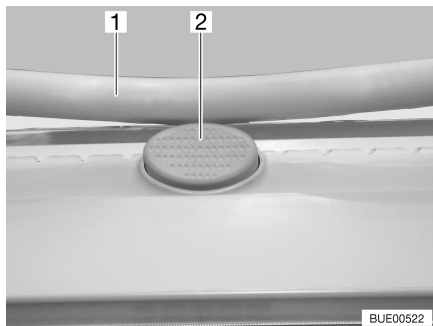

Bild 20 Låsknapp på den uppfällbara takluckan
- Tryck på låsknappen (Bild 20,2) och dra ner bygeln (Bild 20,1) med båda händerna.
- Tryck bygeln uppåt med båda händerna tills bygeln ligger ovanför låsknappen (Bild 20,2).